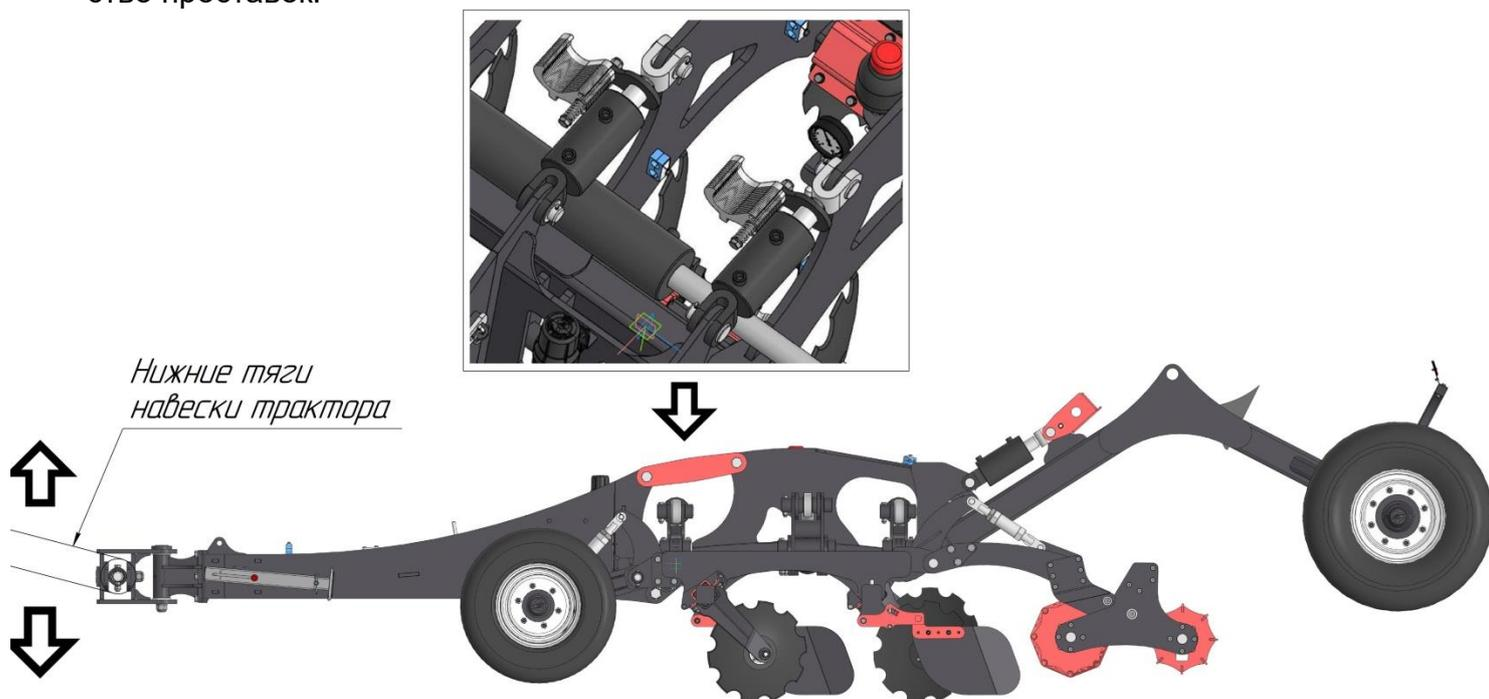

Рисунок 40 – Регулировка параллельности рамы бороны
1) Если на бороне установлено прицепное устройство с **поворотным брусом Cat. 4**, то регулировка положения рамы осуществляется за счет задней навески трактора (рис. 40).
2) Если на бороне установлено прицепное устройство с **серьгой**, то регулировка положения рамы осуществляется за счет добавления или снятия проставок со штоков гидроцилиндров (рис. 40).